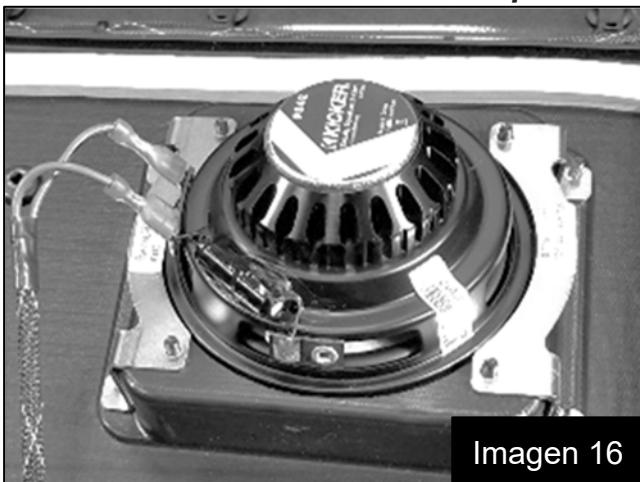

Imagen 16
26. Conecte los cables de altavoz a los altavoces. (Imagen 16)